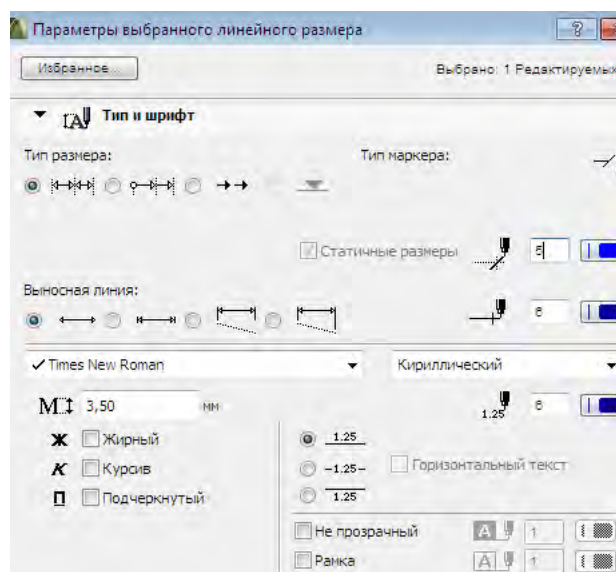
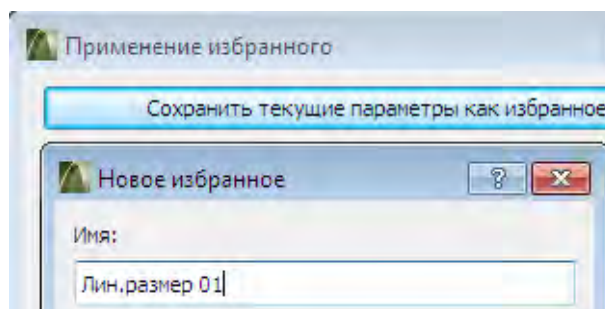

Рис. 23
Рис. 24
10. Выберите инструмент **Линейный размер** в инструментальной панели и двойным щелчком выведите диалоговое окно его параметров (рис. 23), изменив параметры по умолчанию так, как это показано на рисунке. Затем нажмите кнопку **Избранное** (рис. 24) и сохраните его имя как **Лин.размер-01**.